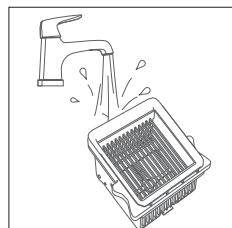

Fig. 18 – Nettoyer le filtre
- ▶ Nettoyez également le filtre EPA 10 sous l'eau courante tiède (**voir Fig. 18**).